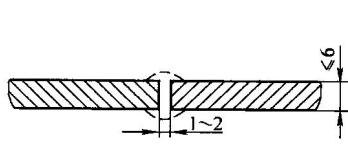

图 1-5 I 形坡口
1) I 形坡口一般用于厚度在 6mm 以下的金属板材的焊接，如图 1-5 所示。